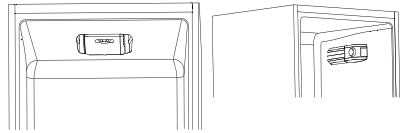

Fig.4
• El termostato para el control del aparato se encuentra dentro de la celda frigorífica (fig. 4). Gire la rueda del termostato sacándola de la posición "0". Cuando la puerta del frigorífico está abierta, la luz permanece encendida.